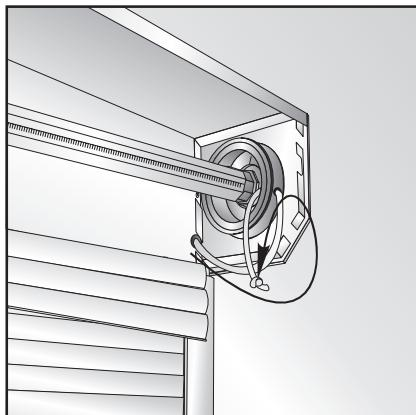

Рис. 20. Крепление ленты/шнура на шкиве
- 12)** Окончательно закрепить ленту либо шнур на шкиве привода (рис. 20). Вращая вал, произвести намотку тягового элемента на шкив. Длина намотки должна обеспечить полный подъем полотна.